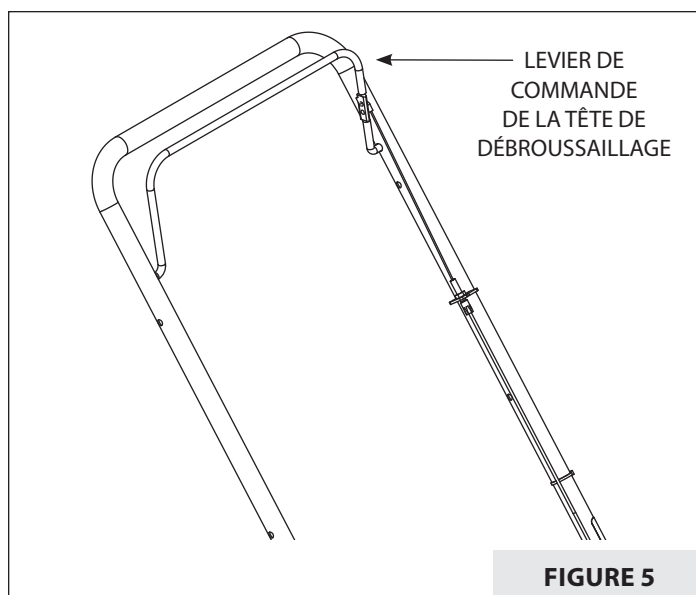

FIGURE 5
1. Pour embrayer la tête de débroussaillage, tenir le levier de commande contre le guidon. **VOIR FIGURE 5.**